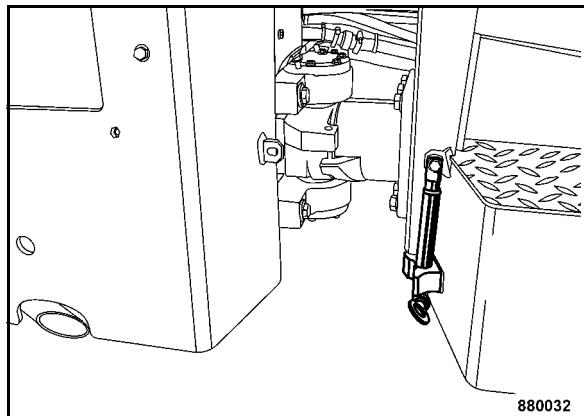

Fig. 83
- Estrarre il bullone dalla protezione dell'articolazione pieghevole e ribaltare indietro l'asta di sicurezza nel supporto (Fig. 83).